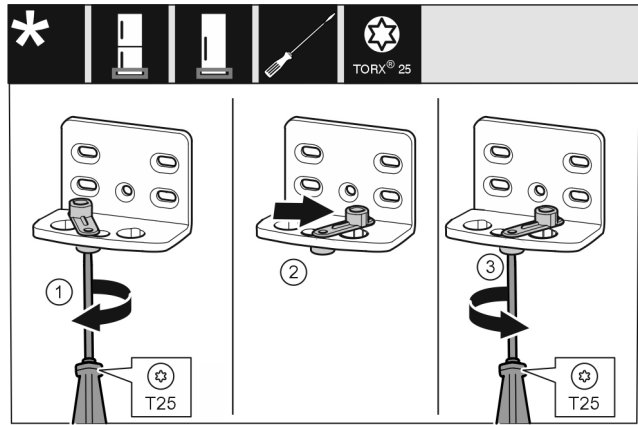

Fig. 18 *
- Schraube Fig. 18 (1) mit Schraubendreher lose schrauben.*
- Türschließhilfe Fig. 18 (2) anheben und um 90° nach rechts in Bohrung drehen.*
- Schraube Fig. 18 (3) mit Schraubendreher festschrauben.*